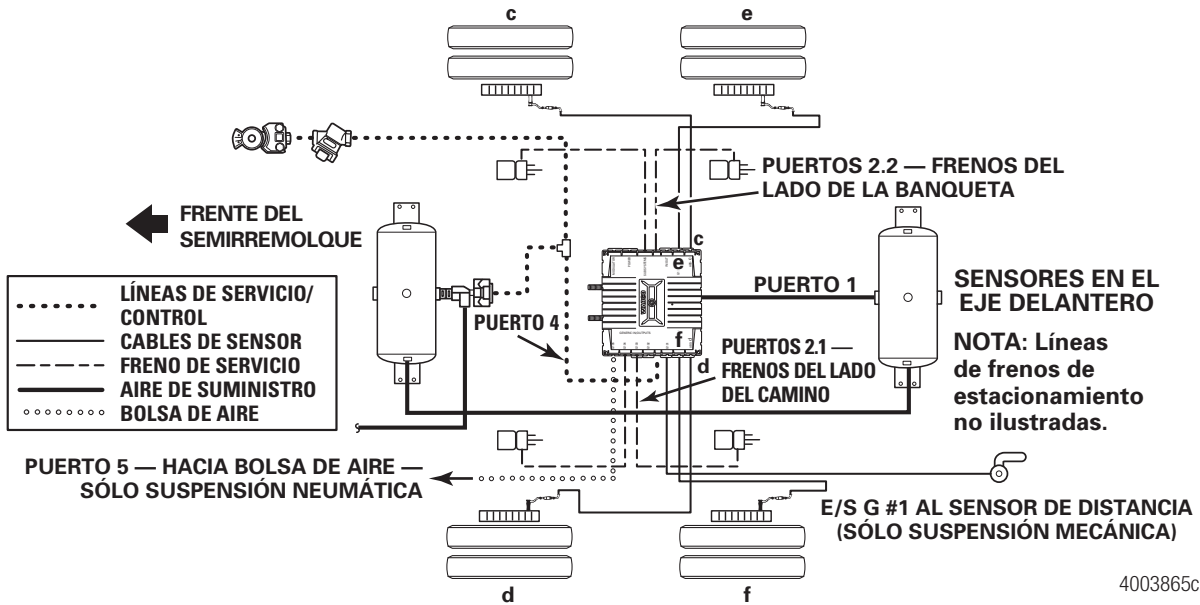

Figura 21
- Eje Tándem 4S/2M (Figura 21)